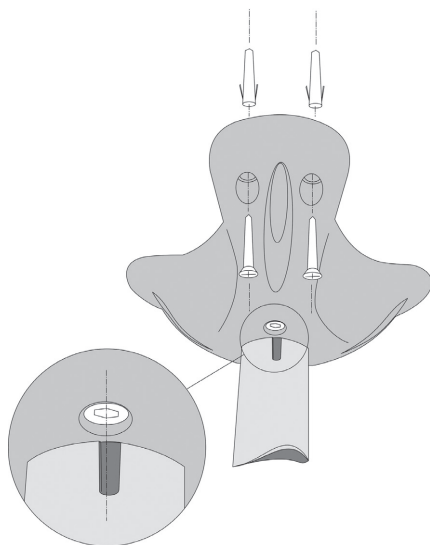

Fig. 12
1. Utilizar o suporte de plástico do Girossole (fig. 12) para estabelecer as posições dos 6 furos a serem praticados no tecto. Prestar atenção para orientar o suporte na direcção desejada em consideração da saída do cabo.
8. Fazer o cabo passar dentro do elemento de fixação (visto anteriormente) e introduzir este no tubo metálico. Prestar atenção para que o parafuso do elemento se encontre em correspondência do tubo. Pressionar até que se ouve um estalo (fig. 12).
9. Fixar o parafuso Allen que se encontra no elemento, fixando-o, assim, ao tubo (fig. 12).